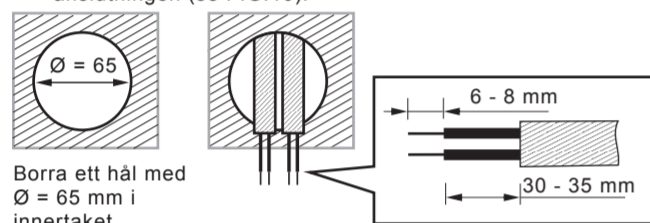

FIG.10
4.4.2.1 För att installera detektorn måste man borra ett hål med diameter 65 mm i takskivan och låta strömkabeln sticka ut. Skala av 6 - 8 mm av ledningshöljet för den efterföljande anslutningen (se FIG.10).